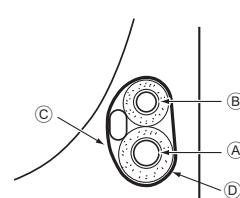

Fig. 4-3
4.3.1. Alojamiento en el espacio para tuberías de la unidad (Fig. 4-3)